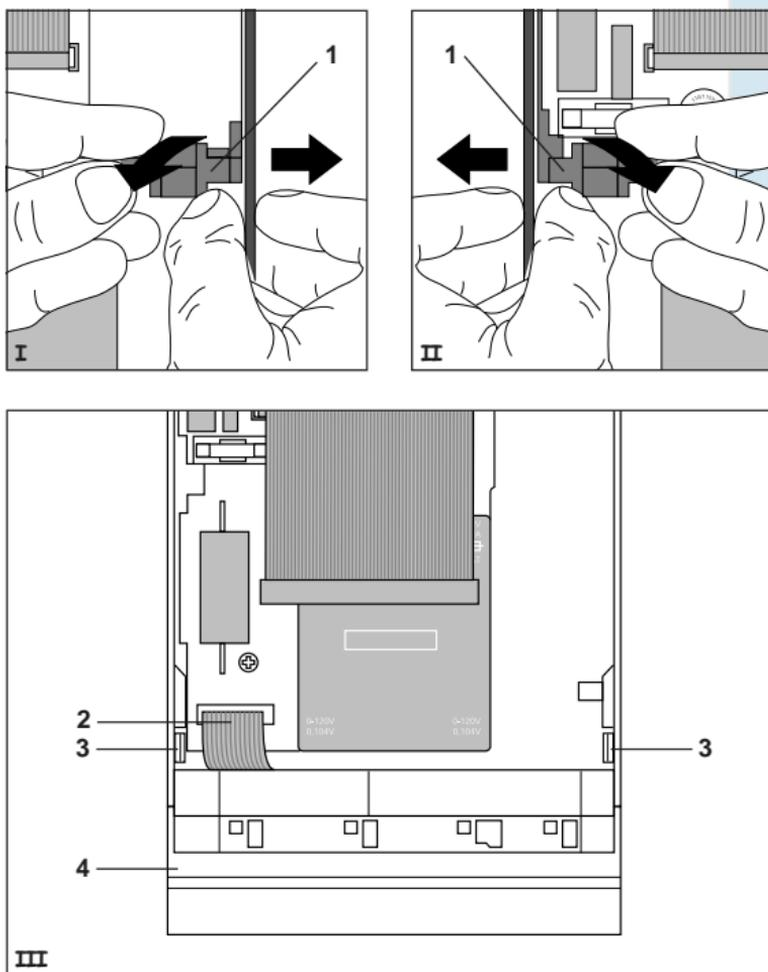

Abb. 12: Auszahlensatz austauschen
- 2** Rechte Seitenwand des Gehäuses nach außen drücken und eingerastete Zwischenwand **1** mit Kassenkanal herausziehen (s. Abb. 12, I).
- 3** Linke Seitenwand des Gehäuses nach außen drücken und dort die eingerastete Zwischenwand **1** herausziehen (s. Abb. 12, II).
- 5** Flexverbindung **2** zwischen Auszahlsatz und Patine lösen (s. Abb. 12, III).
- 6** Rechten und linken Rasthaken **3** gleichzeitig nach innen drücken und Auszahlsatz **4** nach vorne aus dem Gehäuse schieben (s. Abb. 12, III).
- 1** Flexverbindung **2** anschließen (s. Abb. 12, III).
- 2** Auszahlsatz in das Gehäuse schieben, bis beide Rasthaken **3** eingerastet sind (s. Abb. 12, III).